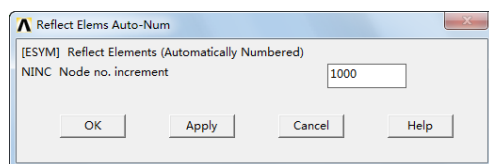

图 11-32 “Reflect Elems Auto-Num”对话框
⑲依次选择 Main Menu → Preprocessor → Modeling → Reflect → Elements → Auto Numbered，会弹出“Reflect Elems Au...”对话框，单击“Pick All”按钮会弹出“Reflect Elems Auto-Num”对话框，如图 11-32 所示，在“NINC Node no. Increment”输入框输入 1000，单击“OK”按钮关闭该对话框。
㉑依次选择 Main Menu → Preprocessor → Modeling → Reflect → Elements → Auto Numbered，会弹出“Reflect Elems Au...”对话框，单击“Pick All”按钮会弹出“Reflect Elems Auto-Num”对话框，如图 11-32 所示，在“NINC Node no. Increment”输入框输入 2000，单击“OK”按钮关闭该对话框。